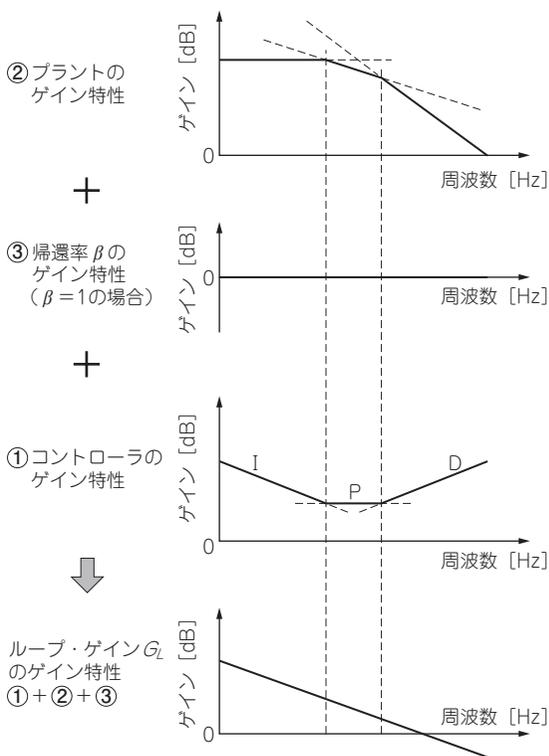

図2 コントローラとプラントと帰還率の各ゲインを足し合わせたものが、ループ・ゲイン G_L の周波数特性になる
- ① サーボ・コントローラ(以下、コントローラ) A_1
- ② プラント A_2
- ③ 帰還回路 β
この三つの回路は直列に結合されています。つまり、図2に示すように、①と②と③のゲインと位相を足し合わせたものが、サーボ・システムのループ・ゲイン G_L の周波数特性になります。サーボ・システムが十分なサーボ効果と安定性を得られる条件を満たすように、ループ・ゲイン G_L の大きさ(ゲイン)と位相の周波数特性に手を入れます。